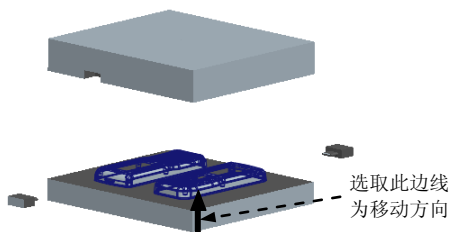
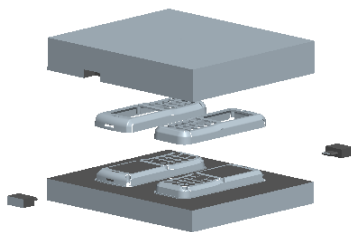

图 31.37 移动方向
图 31.38 移动零件
Step4. 开模步骤 3：移动零件。选取图 31.37 所示的边线为移动方向，然后输入要移动的距离值 50。移出后的状态如图 31.38 所示。